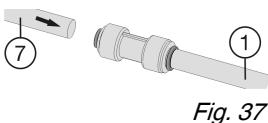

Fig. 37
- ▶ Conectar los tubos flexibles de prolongación suministrados Fig. 37 (1) con los tubos flexibles del aparato Fig. 37 (7): introduzca los tubos flexibles del aparato en los empalmes hasta el tope (aprox. 25/32 " (20 mm)).